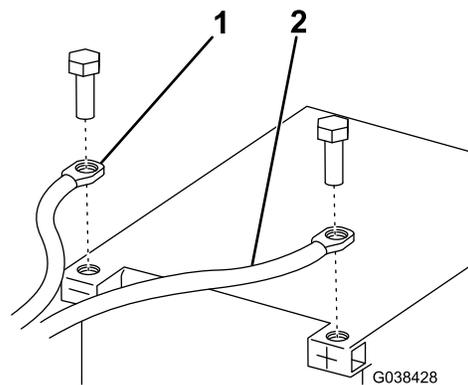

Bild 11
13. Schließen Sie das schwarze Strom- bzw. Erdungskabel am Minuspol (-) der Batterie an (Bild 11).
14. Schließen Sie das rote Strom- bzw. Erdungskabel am Pluspol (+) der Batterie an (Bild 11).